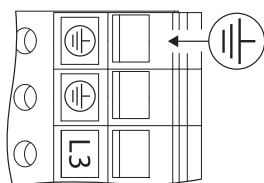

Fig. 26. Дополнительное заземление
- Вследствие повышенного тока утечки электродвигателей мощностью от 11 кВт следует дополнительно подключать усиленное заземление согласно стандарту EN 61800-5-1:2008-04 (см. Fig. 26).